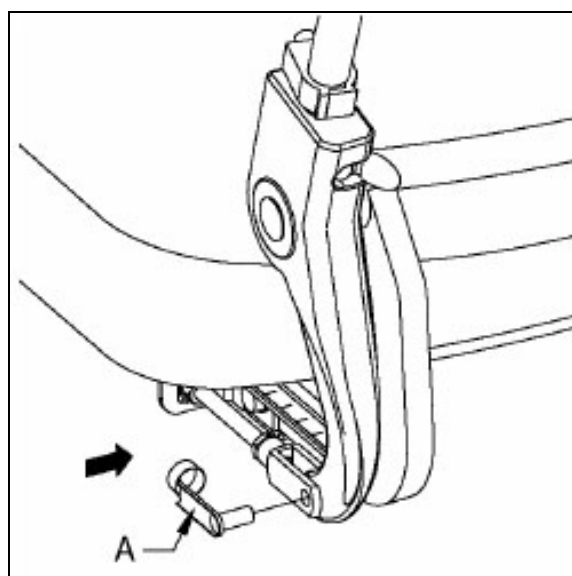

Bild 3.15
1. Lossa låsklämman (A på bild 3.15) från den justerbara stängen.